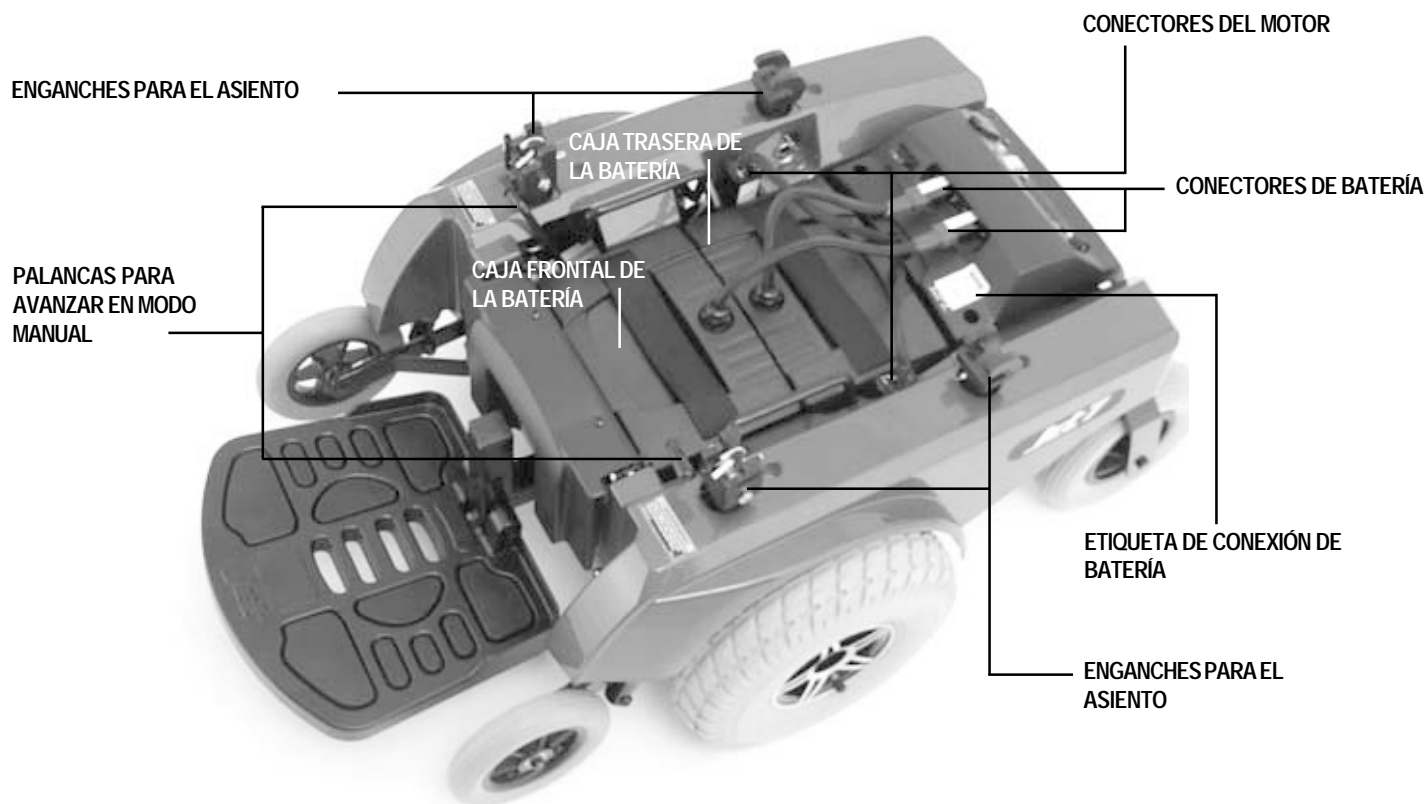

Figura 4. La base eléctrica vista desde arriba
1. Desconecte la caja de la batería y los conectores del motor (figura 4).